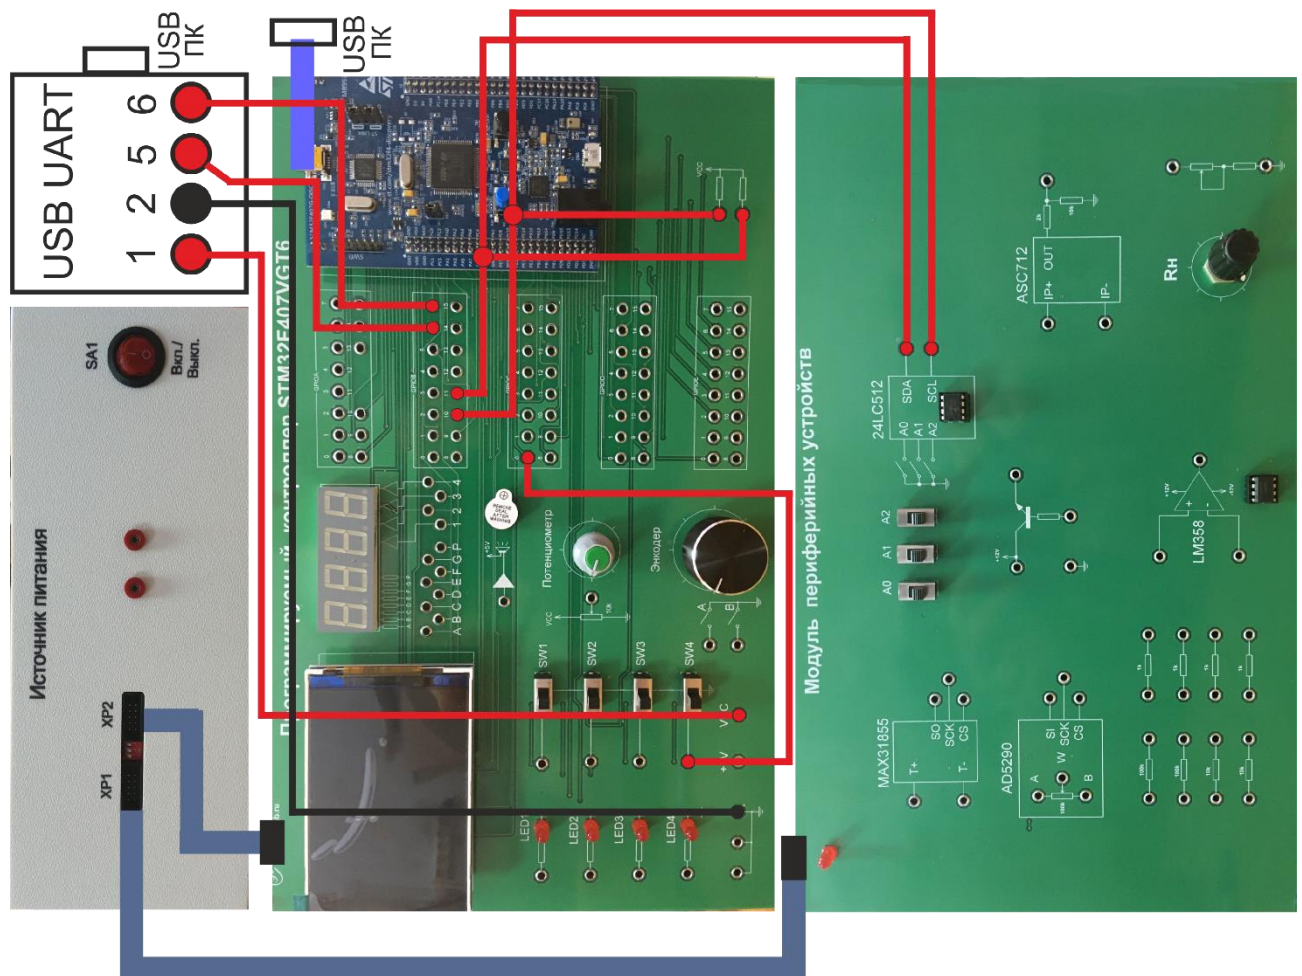

Рисунок 46. Схема соединений
5. Изучите схему, представленную на рис. 46.